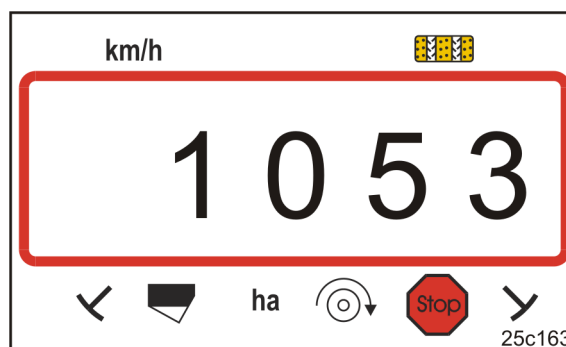

Рис. 21
- Індикація: збережене калібрувальне значення (Імп./100 м). напр., 1053 (Рис. 21).